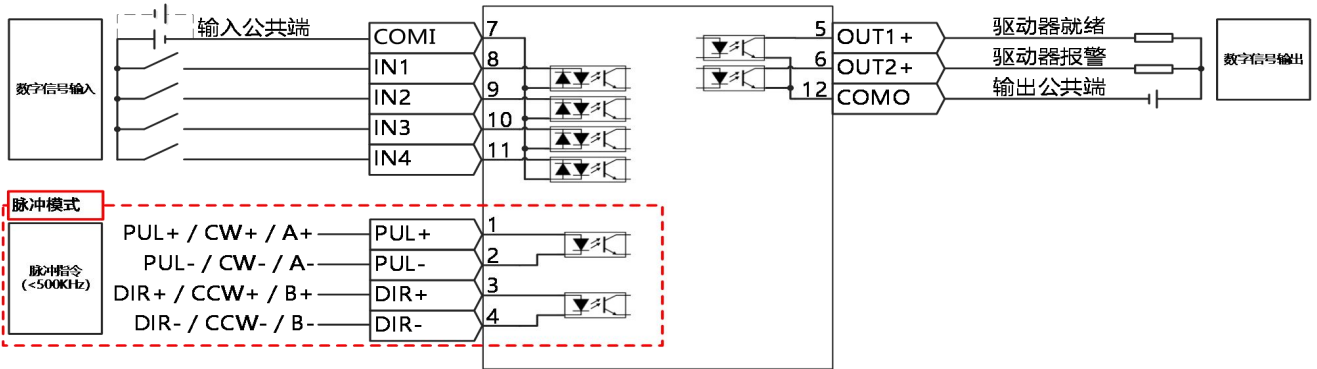
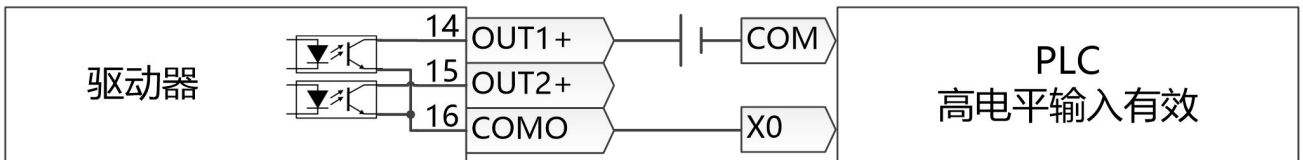

图 3-6 驱动器控制接线图
图 3-7 PNP 接线方式
- 图 3-6 显示了带有默认 IO 功能的接线, 更多的 IO 功能可以通过上位机调试软件定义。有关更多 IO 功能的详细信息, 请参见相关章节。
- 对于数字输出, 图 3-6 只显示 NPN 接线方式, 如图 3-7 所示为 PNP 接线方式。